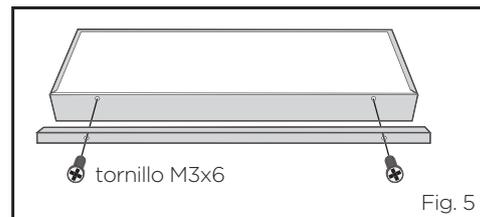

Fig. 5
5. Para realizar la instalación de las SSV en la carcasa "UNIVERSAL" es necesario (Fig. 5):